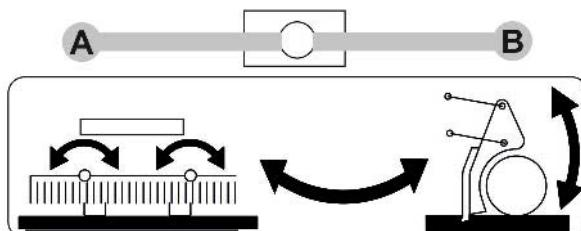

Рис. 99
1. Установите шаровой кран (Рис. 99/1) в положение **B**.
5. Установите шаровой кран (Рис. 99/2) в положение **A**.